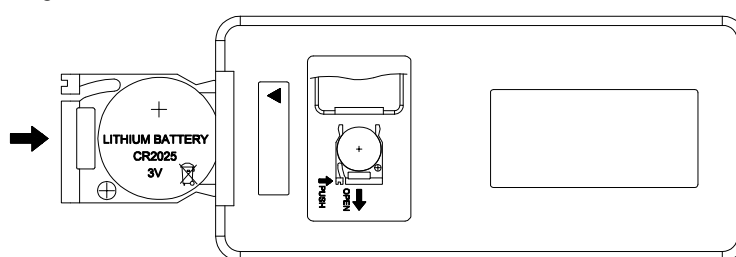

Figure3
3. Insérez la pile en plaçant le côté présentant un relief à l'intérieur du compartiment et assurez-vous que la pile est solidement mise en place. (Figure 3)